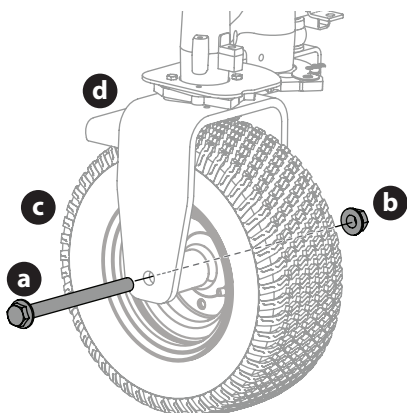

Figure 48
1. Retirez la vis hexagonale (a) et le contre-écrou à collerette (b) qui fixent la roue avant (c) à l'étrier (d) (Figure 48).